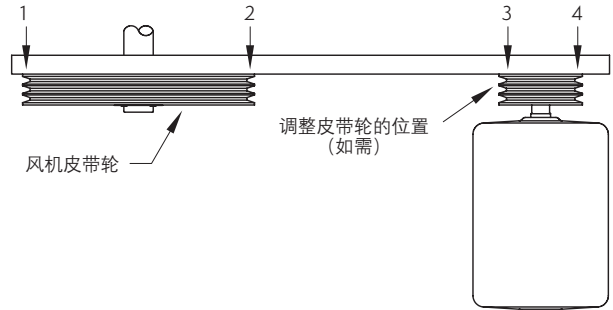

图 21 — 皮带轮的线形检查
- 作为最终检查，在皮带轮和皮带轮之间放置直尺，应有四个接触点（见图21）。必要时调整电动机皮带轮的位置，直到达到四点接触。